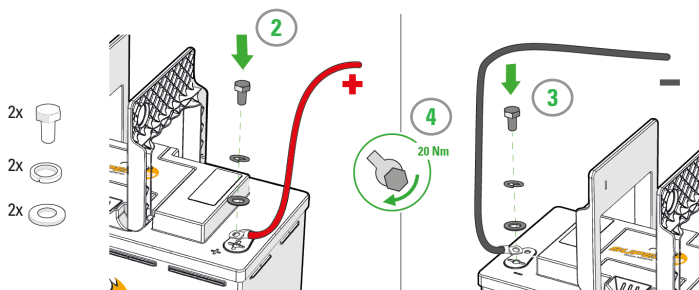

Figure 10. Raccordement de câbles de puissance avec des cosses de câble
2. Raccordez la charge ou le chargeur à la borne X2 (+) de la batterie Li-ion. (Figure 10)
3. Raccordez la borne X1 (+) de la batterie Li-ion. (Figure 10)